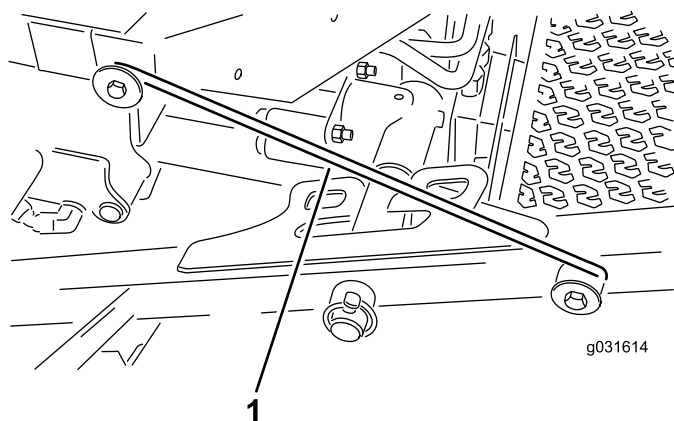

Рисунок 33
4. Отсоедините шток защелки от переднего держателя несущей рамы (Рисунок 33).
5. Поднимите наружную часть передних режущих блоков и установите защелку на штифт рамы, смонтированный в передней части платформы оператора (Рисунок 33).